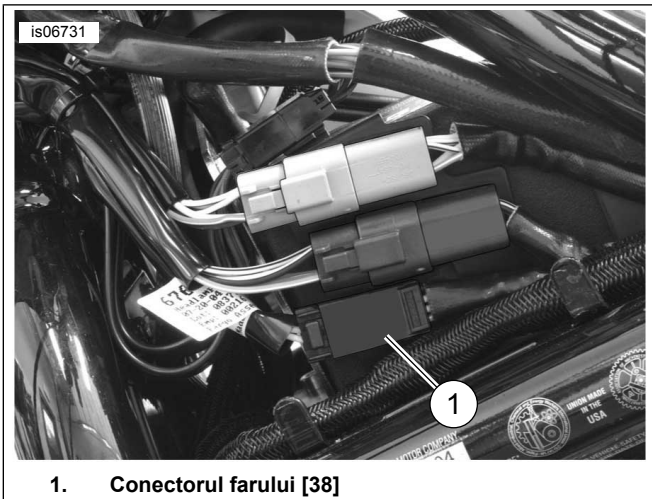

Figura 30. Locurile de îmbinare fire (2005-ulterioare V-Rod)
1. Consultați Figura 30. Tăiați firul portocaliu/alb de la **cablajul principal al vehiculului** lângă conectorul cu pini [38A] (1) al farului.